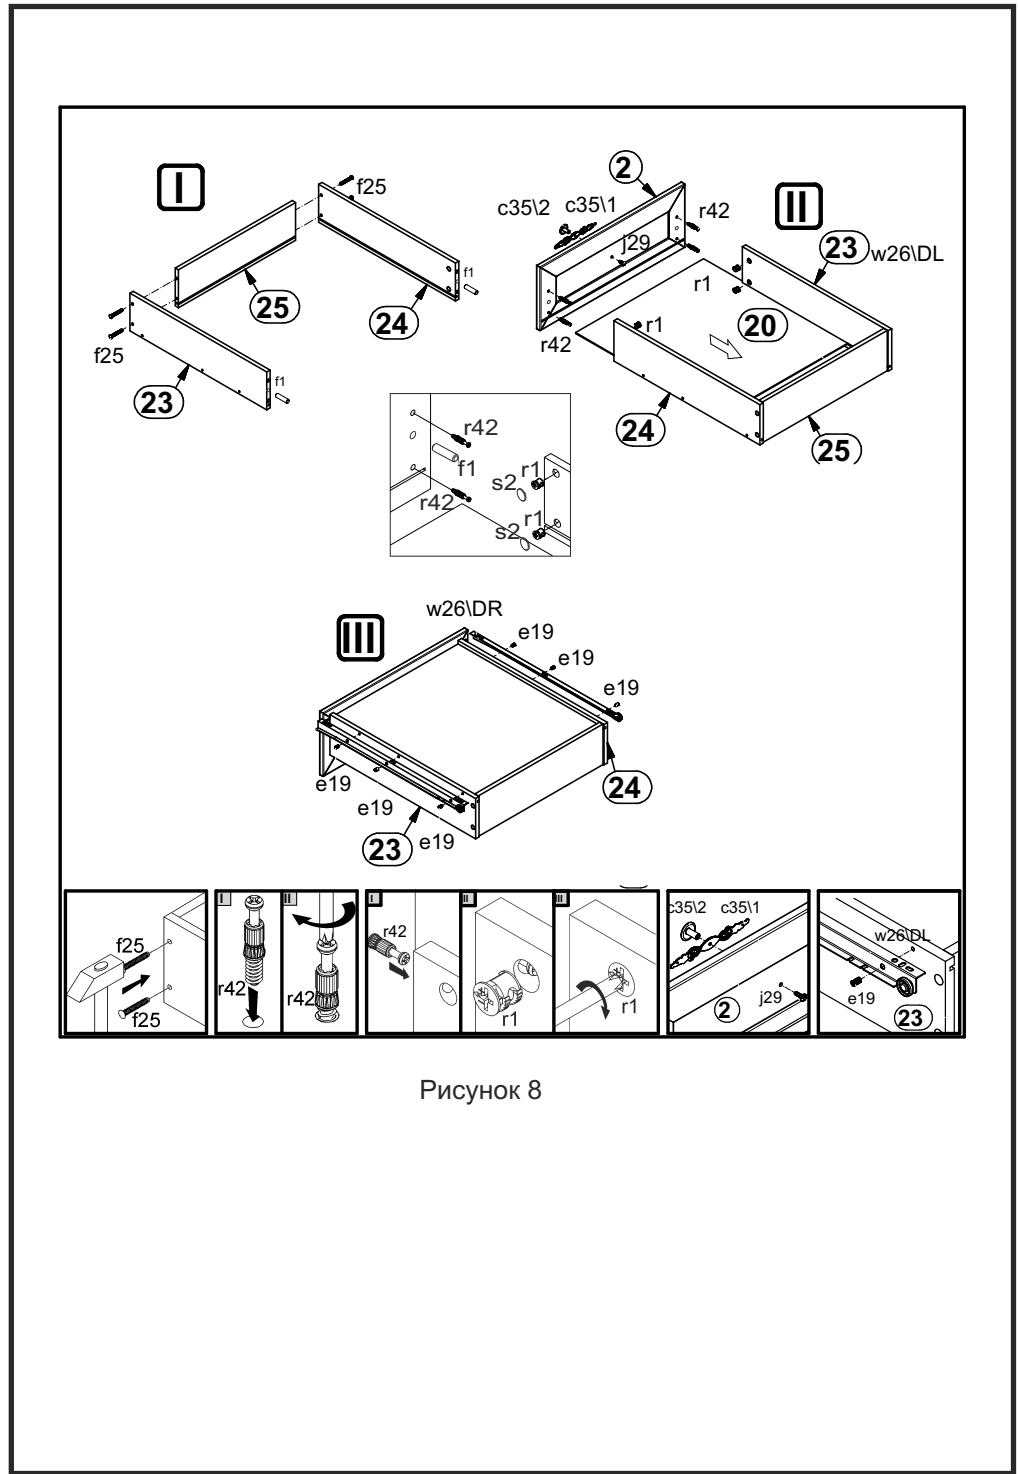

Рисунок 8
20. В отверстия диаметром **5 мм** на внутренней поверхности панелей ящиков **2** вкрутить винты стяжки **g42** (см. рис. 8).
21. Соединить панели ящиков **2** с корпусом ящика, затянуть стяжки эксцентриковые **r1** пользуясь специальным ключом **z1**. Стяжки эксцентриковые **r1** на стенках боковых ящика **23, 24** закрыть заглушками **s2** (см. рис. 8).
22. Перевернуть ящики дном вверх и закрепить на стенках боковых ящиков **23** и **24** еврошурупами **e19** направляющие **w26IDL** и **w26IDR** (см.рис. 8).
17. В отверстия Ø8 мм на передних кромках стенок боковых ящиков 23 и 24 вбить деревянные шканты f1 (см. рис. 8). **ВНИМАНИЕ!** В случае, если шкант выступает из отверстия более, чем на 10 мм, его необходимо укоротить, т.к. возможно повреждение деталей.
18. В отверстия Ø15 мм на внутренних поверхностях стенок боковых ящика 23, 24 вставить стяжки эксцентриковые r1 (см. рис. 8).